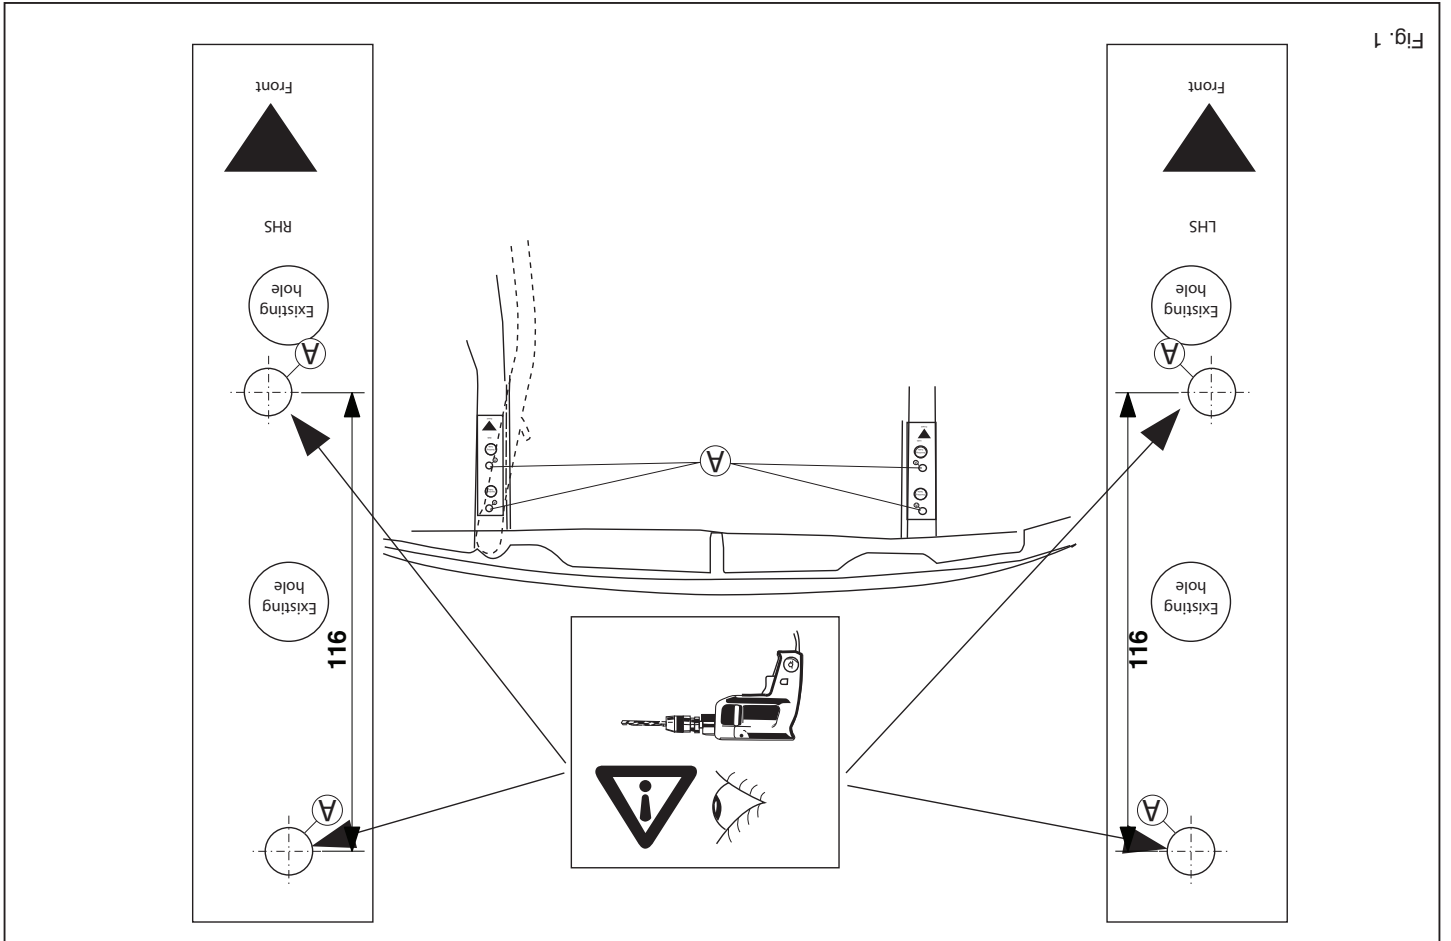

Fig. 1
3. Place the templates on the underside of the chassis beams. See figure 1.
3. Die Schablonen an der Unterseite des Langsträger anbringen. Siehe Abbildung 1.